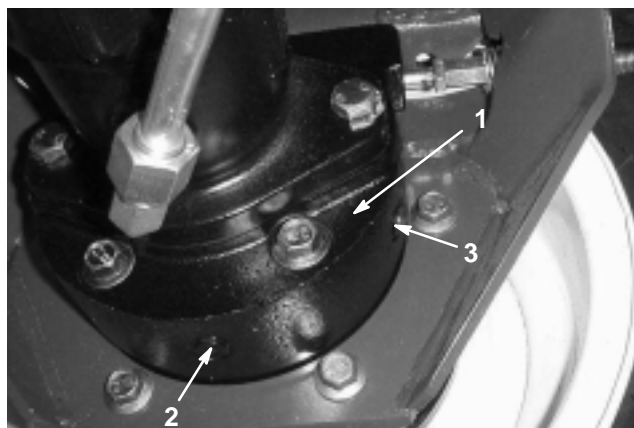

Bild 52
3. Stellen Sie ein weiteres Auffanggefäß unter das Bremsgehäuse an der anderen Seite des Rades (Bild 52).